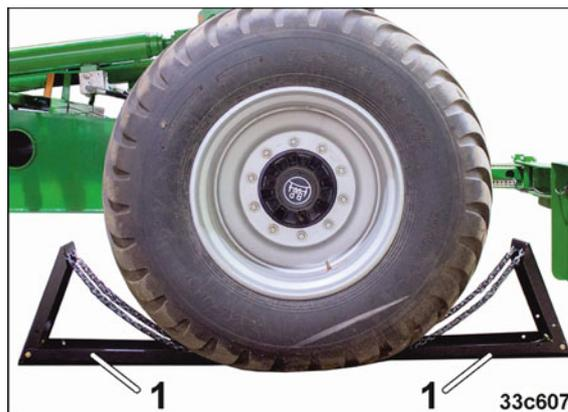

Fig. 113
1. Vérifier que la machine est immobilisée par des cales (Fig. 113/1).